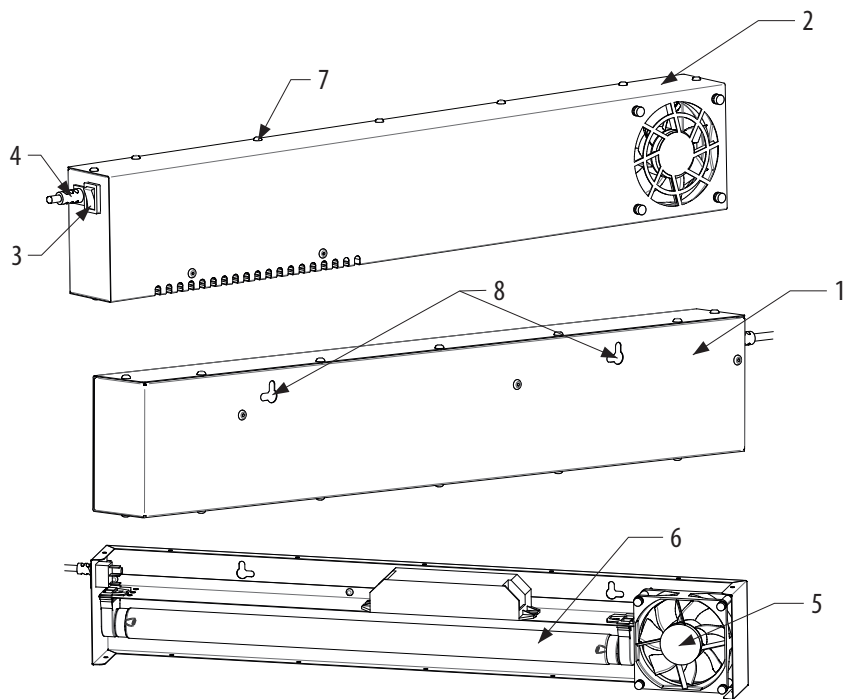

Рисунок 1. Общая конструкция рециркулятора ОВУ-03-115 «Старт-115»
- 6.4.1. Измерьте межцентровое расстояние между проушинами 8 (см. рис. 1). С помощью уровня и линейки (рулетки) разметьте на стене отверстия для монтажа. Выбирайте крепёж в соответствии с материалом стен: шурупы для деревянных стен или стен из древесных материалов; дюбеля с шурупами для бетонных, кирпичных или газосиликатных стен; специальный крепёж для стен из ГКЛ.